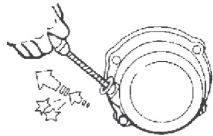

Рис. 7
5. Медленно потяните ручку стартера до появления сопротивления, и затем, прочно зафиксировав генератор, быстро и сильно потяните за ручку (Рис. 7).